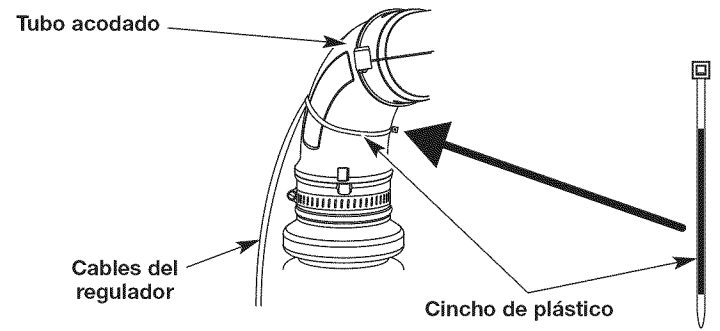

Fig. 5
1. Envuelva un cincho plástico alrededor del tubo acodado y los cables del regulador (Fig. 5).